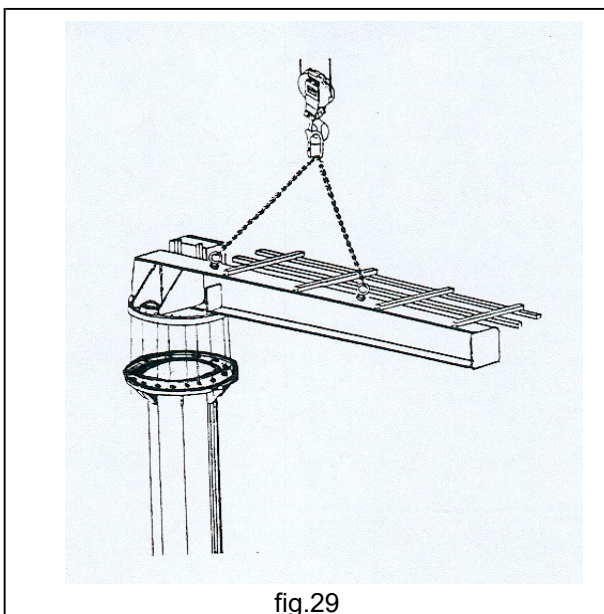

fig.29
4. Apoya en la rangua la brida de acoplamiento preparada en el extremo del brazo haciendo coincidir los agujeros entre brida y rangua. (fig.29)